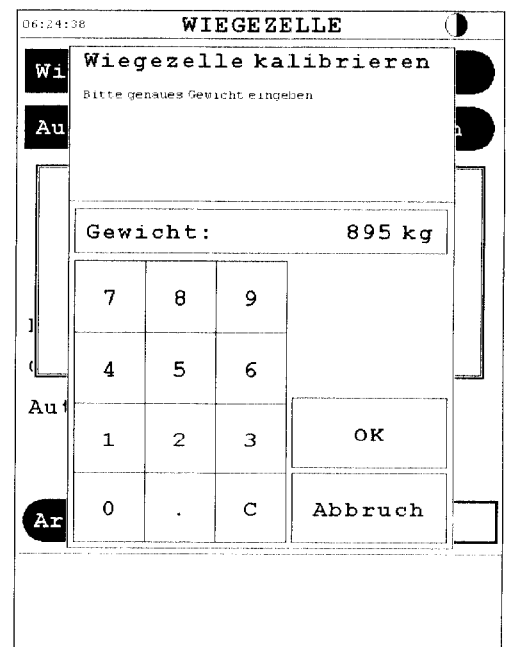

Fig. 31
- Das genaue Gewicht auf dem Display eingeben und das **OK** Feld drücken. ( Fig. 31)